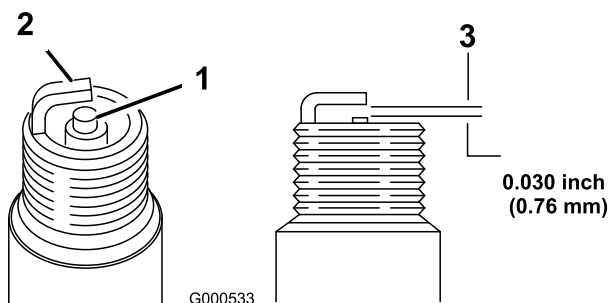

Figura 38
1. Mire la parte central de la(s) bujía(s) (Figura 38). Si se observa un color gris o marrón claro en el aislante, el motor está funcionando correctamente. Si el aislante aparece de color negro, significa que el limpiador de aire está sucio.
- Compruebe la separación entre los electrodos central y lateral (Figura 38). Si la distancia no es correcta, doble el electrodo lateral (Figura 38).